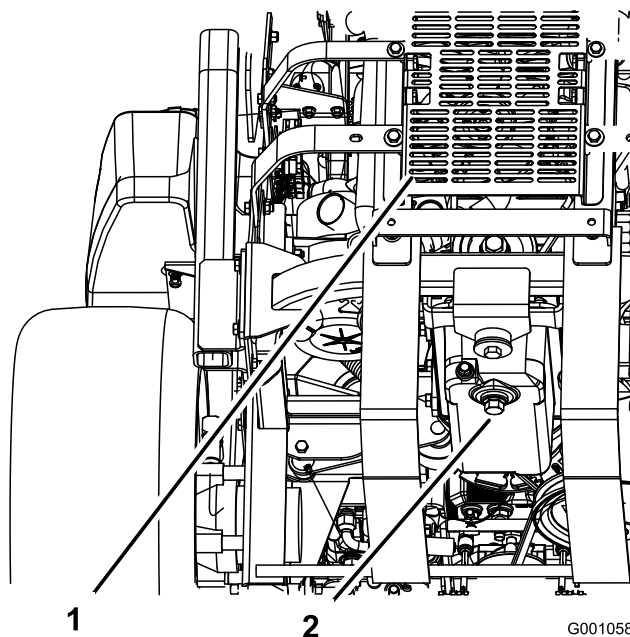

Рисунок 65
- Поместите поддон под маслосливное отверстие. Снимите пробку сливного отверстия и дождитесь полного слива масла (Рисунок 65).